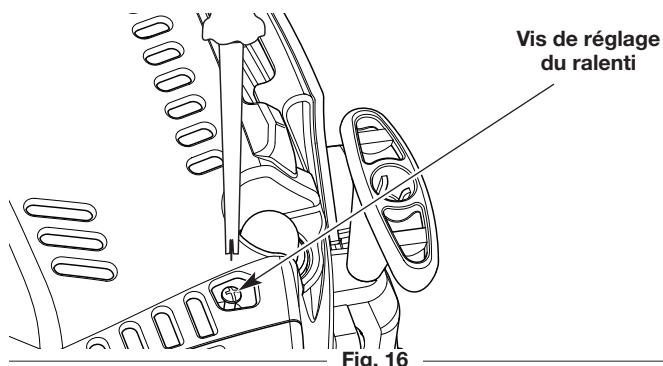

Fig. 16
2. Relâchez la manette des gaz et laissez le moteur tourner au ralenti. Si le moteur s'arrête, insérez un petit tournevis à pointe cruciforme pour tourner la vis du ralenti dans le sens horaire, de 1/8 de tour à la fois (comme nécessaire) jusqu'à ce que le moteur tourne au ralenti (Fig. 16).
3. Si le ralenti du moteur est trop rapide, tournez la vis de réglage du ralenti dans le sens horaire inverse, de 1/8 de tour à la fois (comme nécessaire) pour réduire le régime du ralenti (Fig. 16).